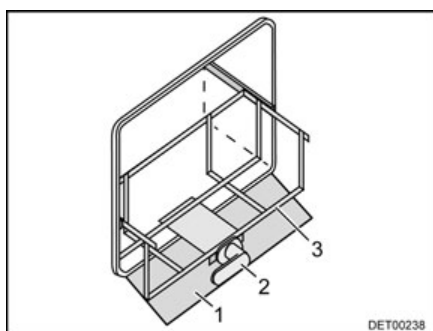

Fig. 148 Compartiment à gaz
- Si une tôle de protection (Fig. 148,1) est présente, la rabattre vers le bas.
- Déverrouiller le coulisseau (Fig. 148,3) au moyen de la poignée (Fig. 148,2).
- Retirer à fond le coulisseau (Fig. 148,3).
- Faire revenir la poignée (Fig. 148,2) dans sa position initiale.
- Enfoncer à fond le coulisseau (Fig. 148,3) et faire revenir la poignée (Fig. 148,2) dans sa position initiale.
- Si une tôle de protection (Fig. 148,1) est présente, la rabattre vers le haut.